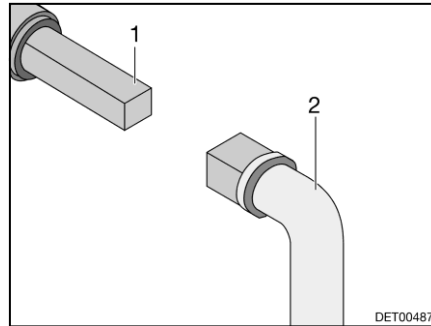

Bild 127 Bedienung Abwasserhahn
- Schlüssel (Bild 127,2) auf Vierkant (Bild 127,1) stecken.